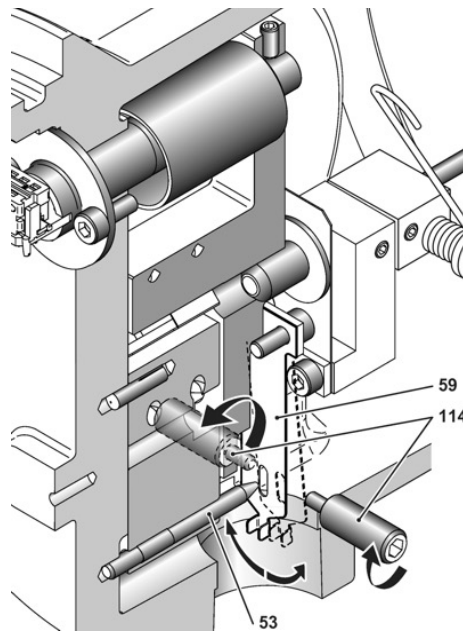

Figura 19
- a) Abra o bujão de acesso (107) no lado direito da caixa para consulte o mecanismo de simulação. Remova o bujão azul de segurança (190) e os dois bujões de 1/8" NPT (115). Use uma chave hexagonal de 5 mm.
- b) Através deste furo, para definir REF L e REF H, use o dedo para mover a lamela (59) na direção do tubo de torque até que a lamela toque a coluna do parafuso de ajuste (114). Enquanto mantém contato, deslize a flexão para a esquerda ou direita ao longo da superfície do poste do parafuso (Figura 19).